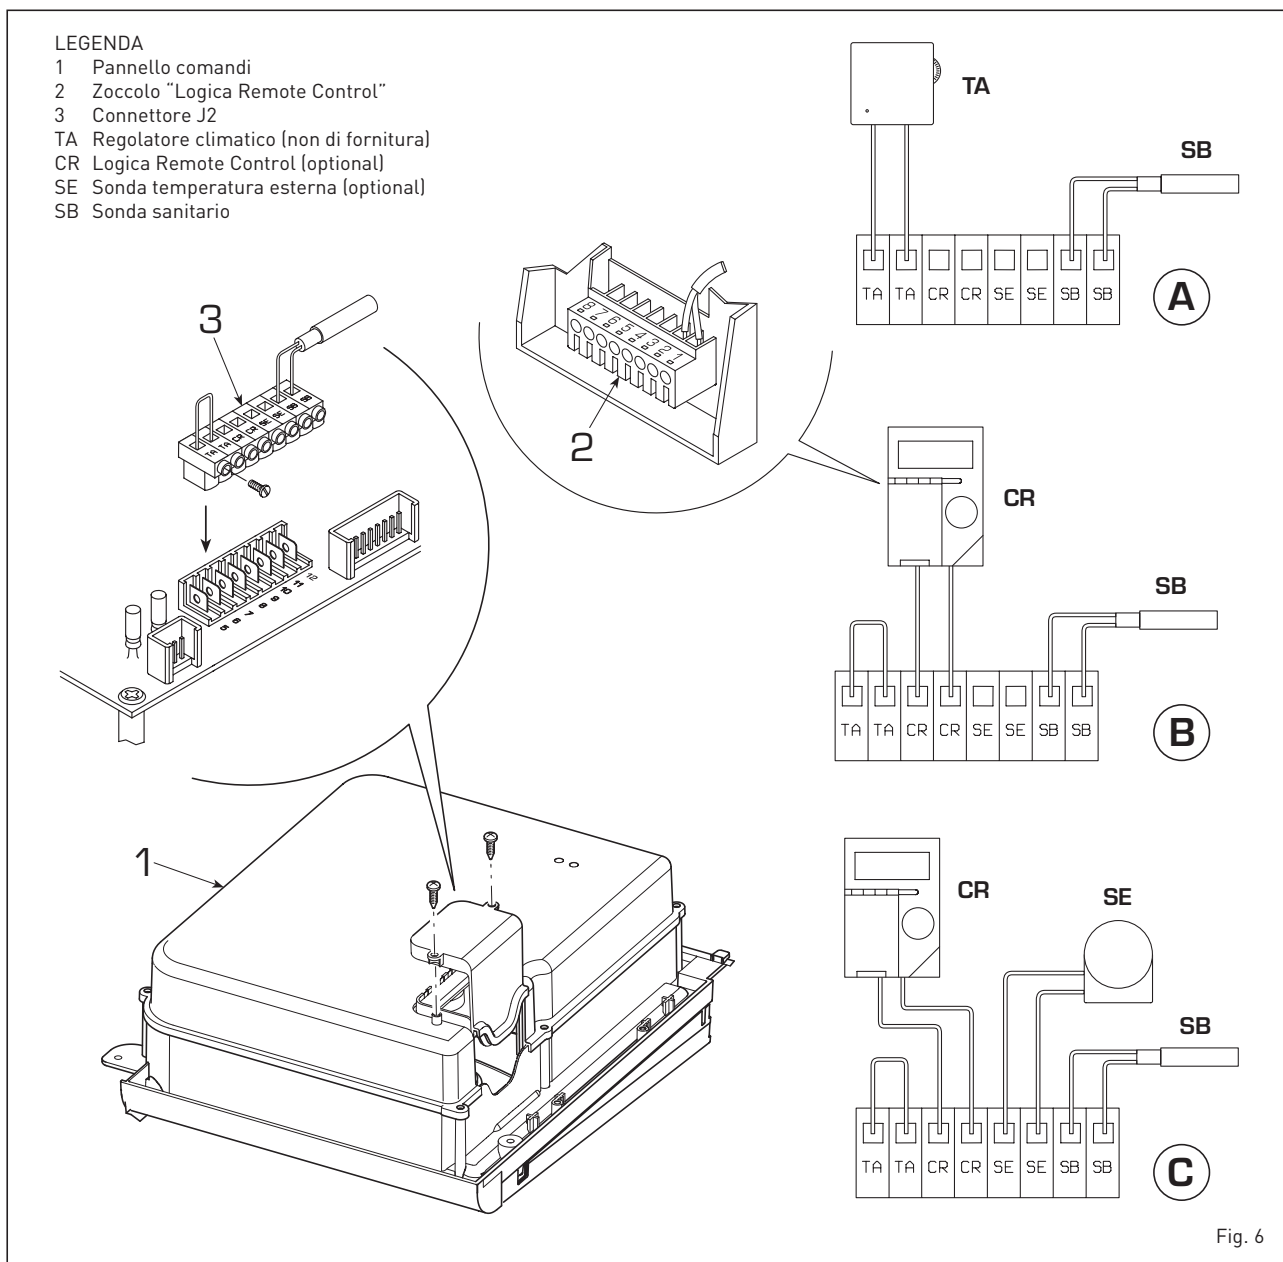

Fig. 6
Le versioni "22 OF TS - 32 OF TS" sono accoppiabili ai bollitori separati "BT130 - BT150". Le unità bollitore possono essere installate sotto la caldaia ("BT150") o a lato ("BT130"). Con l'unità bollitore è fornita la sonda sanitario (SB) che deve essere collegata alla scheda elettronica di controllo della caldaia come indicato in fig. 6. Per agevolare l'installazione è disponibile un kit di collegamento idraulico optional cod. 8076104 ("BT130") e cod. 8076105 ("BT150").
2.6.1 Collegamento regolatore climatico (fig. 6 pos. A)
2.6.2 Collegamento "Logica Remote Control" (fig. 6 pos. B)
2.6.3 Collegamento sonda temperatura esterna (fig. 6 pos. C)
I bollitori "BT130 - BT150" vengono forniti con sonda sanitario (SB) da collegare al connettore J2 (3 fig. 6). Quando il bollitore è accoppiato alle caldaie "22 OF TS - 32 OF TS", introdurre la sonda nella guaina posta sulla flangia di ispezione, controllo e pulizia del bollitore.